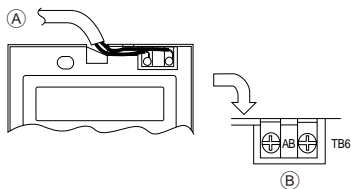

Рис. 6-4
2) Операции соединения (Рис. 6-4)
- ① Подсоедините шнур пульта дистанционного управления к блоку терминалов.